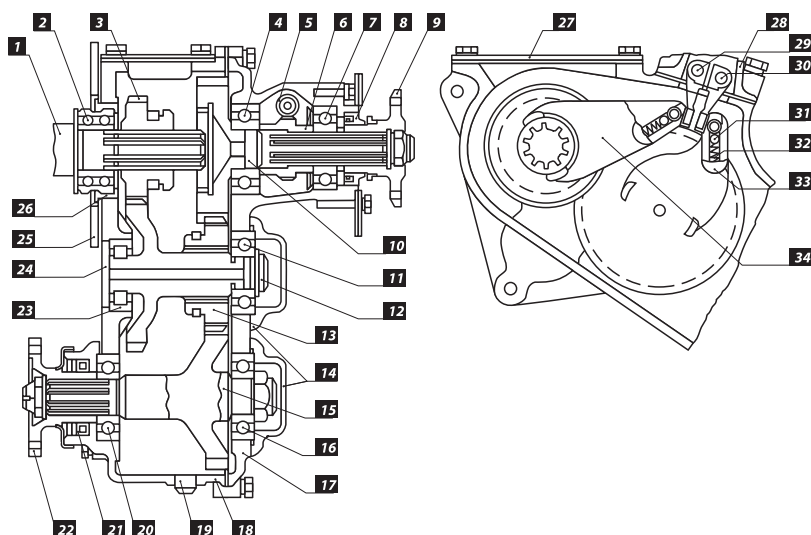

Рис.1
Элементы понижающего комплекта (Рис.1):
❗ **ВНИМАНИЕ:** Перед снятием Раздаточной коробки (далее РК) с автомобиля – слейте масло, открутив гайку [19] (Рис.1)(объем масла в РК 0.8 л).
1. Открутите крепление переднего и заднего карданов к фланцам [9], [22] (Рис. 1).